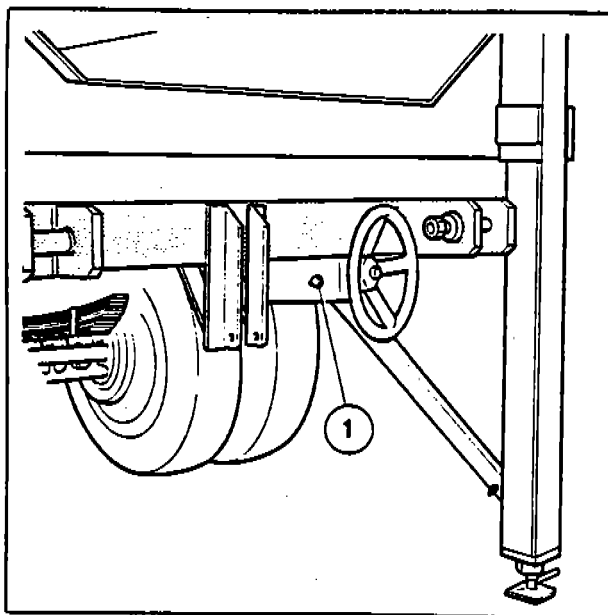

Fig. 46
- d) Ingrassare il dispositivo freno meccanico (1-Fig. 46) (freno di stazionamento).